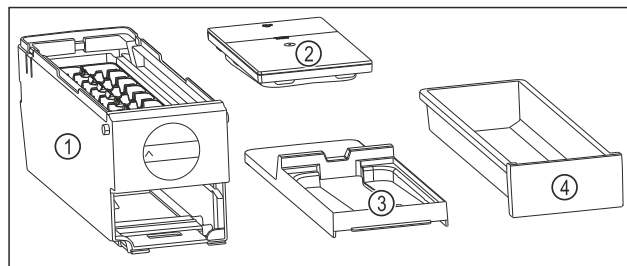

Fig. 108 Beståndsdelar i EasyTwist-Ice
- ▷ EasyTwist-Ice är delad i fyra delar. (se Fig. 108)
- Ta endast isär EasyTwist-Ice i de avbildade beståndsdelarna. (se Fig. 108)
- Rengör EasyTwist-Ice-enheten Fig. 108 (1) i sin helhet.